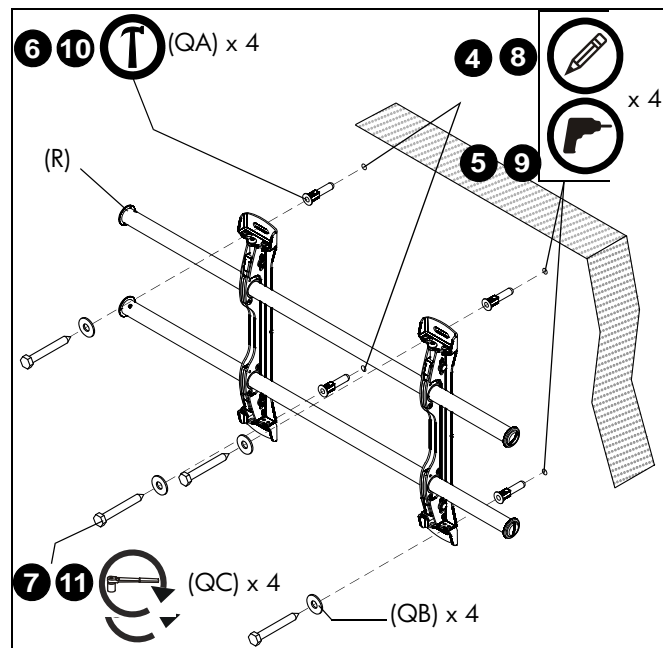

рис. 4
10. Забейте молотком дюбели (QA) в каждое направляющее отверстие.
11. С помощью двух болтов 5/16 x 2-1/2" (QC) и двух плоских шайб 5/16" (QB) прикрепите крепление через нижние монтажные отверстия. (См. рис. 4)
2. Совместите прорези на креплении (R) с отметкой середины экрана, чтобы определить середину по вертикали. (См. рис. 4)
3. Отмерьте 190,5 мм (7-1/2") вверх от средней линии и отметьте место верхнего монтажного отверстия. (См. рис. 4)
4. При помощи уровня сделайте на стене отметки в местах размещения верхних монтажных отверстий. (См. рис. 4)
6. Забейте молотком дюбели (QA) в каждое направляющее отверстие, дюбель должен быть заподлицо со стеной.
7. С помощью двух болтов 5/16 x 2-1/2" (QC) и двух плоских шайб 5/16" (QB) прикрепите верхнюю часть крепления (R) к дюбелям в стене.
8. Отметьте точки размещения нижних монтажных отверстий. (См. рис. 4)
9. Просверлите в отмеченных местах по одному направляющему отверстию. (См. рис. 4)